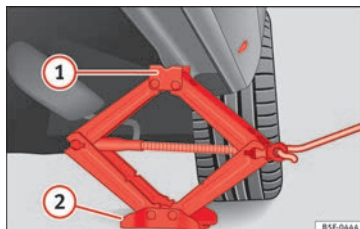

Fig. 187 Larguero: colocación del gato del vehículo.
- Gire el gato*, situado bajo el punto de apoyo del larguero, para elevarlo hasta que la pestaña ① » » » fig. 187 quede situada bajo el alojamiento previsto.
- Alinee el gato* de modo que la pestaña ① “agarre” en el alojamiento previsto del larguero y la placa base móvil ② quede apoyada en el suelo. La placa base ② debe